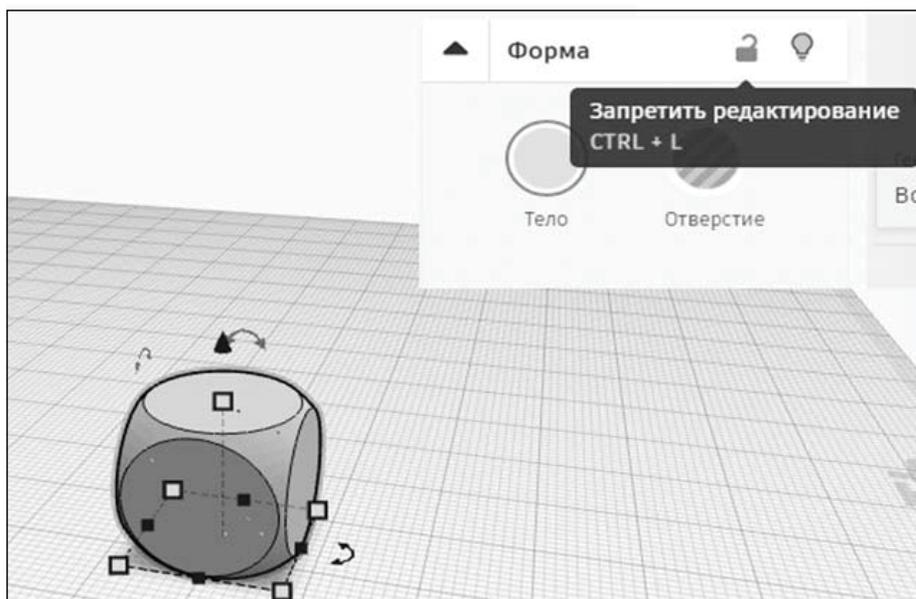

Рис. 11. Расположение команды **Запретить редактирование**
2. Нажать на иконку замка **Запретить редактирование** (рис. 11). Фигура приобретает фиолетовый контур — теперь она защищена.